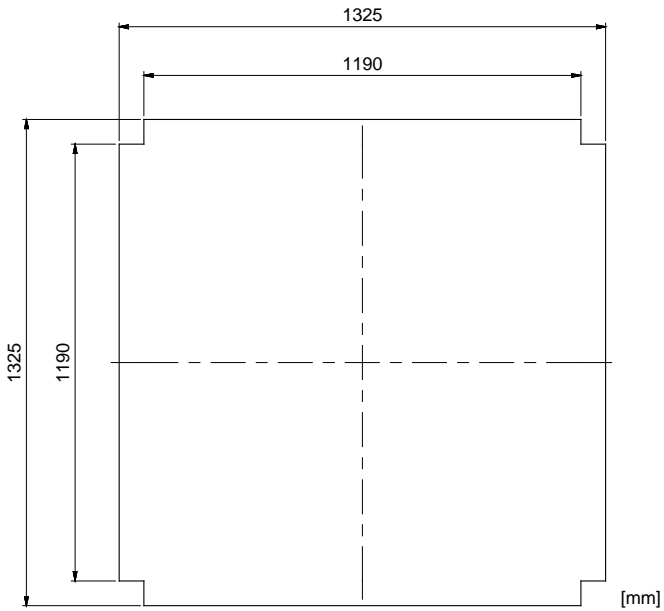
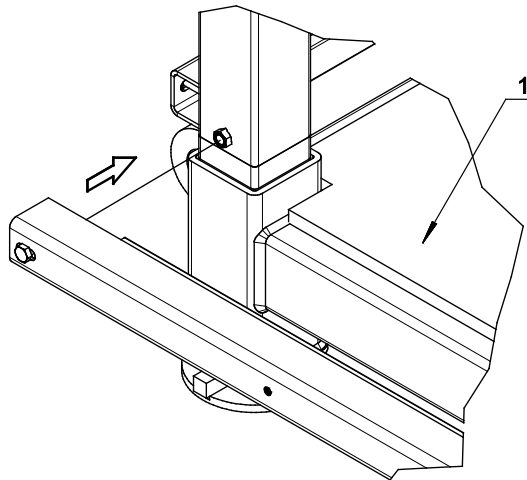

Abbildung 21. Maße für die Bodenschalung aus Sperrholz.
Abbildung 22. Beispiel für die Platzierung der Unterstützungsträger.
5.1 Stellen Sie sicher, dass alle vier Eckpfosten korrekt in den unteren Rahmen eingesetzt sind. Schneiden Sie eine 18 mm Schalungssperrholzplatte gemäß EN 636-3 in die in Abbildung 21 gezeigte Form und platzieren Sie sie in der Mitte des unteren Rahmens. Schrauben Sie die acht Unterstützungsträger in die Schweißmuttern an den Eckpfosten. Verwenden Sie die an den Unterstützungsträgern angebrachten Schrauben. Siehe Abbildung 22. In diesem Schritt ist es nicht notwendig, die Schrauben festzuziehen.